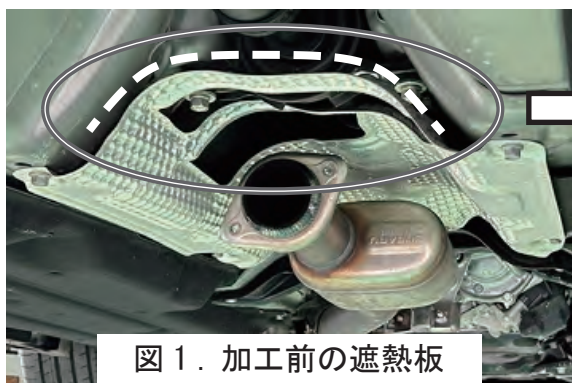
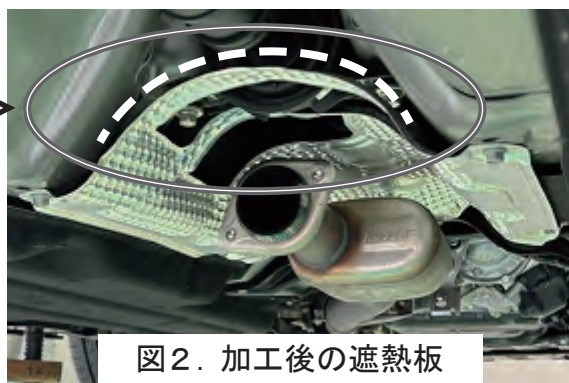

図1. 加工前の遮熱板
図2. 加工後の遮熱板
- (1) プロペラシャフト下の純正遮熱板を、図2のように曲げます。(図1、図2参照)